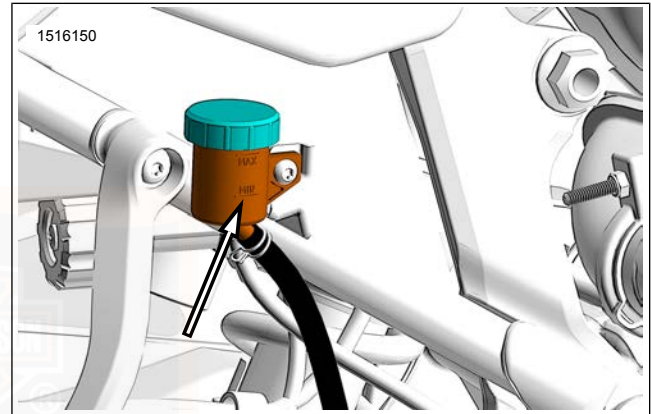

Abbildung 58. MIN-Markierung am Hinterradhauptbremszylinderbehälter
3. **Hinten:** Siehe Abbildung 58 Den Füllstand an der Seite des Hinterradbremflüssigkeitsbehälters prüfen. Füllstand muss über der Mindestmarkierung am Schauglas liegen.